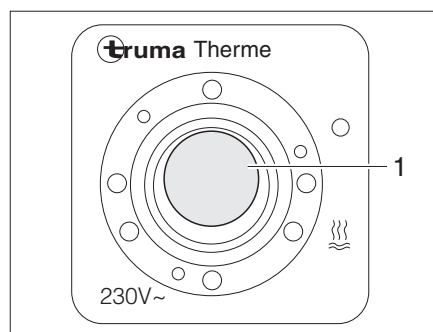

Fig. 129 Commutateur de commande du Therme
Le commutateur de commande (Fig. 129) permet la mise en service en mode de fonctionnement électrique. Le voyant de contrôle (Fig. 129,1) placé sur le commutateur doit s'allumer.
- Mettre le commutateur de commande (Fig. 129) en marche. Le voyant de contrôle (Fig. 129,1) placé sur le commutateur s'allume.
- Mettre le commutateur de commande (Fig. 129) hors circuit. Le voyant de contrôle (Fig. 129,1) placé sur le commutateur s'éteint.
- Mettre le commutateur de commande (Fig. 129) hors circuit. Le voyant de contrôle (Fig. 129,1) placé sur le commutateur ne s'allume pas.